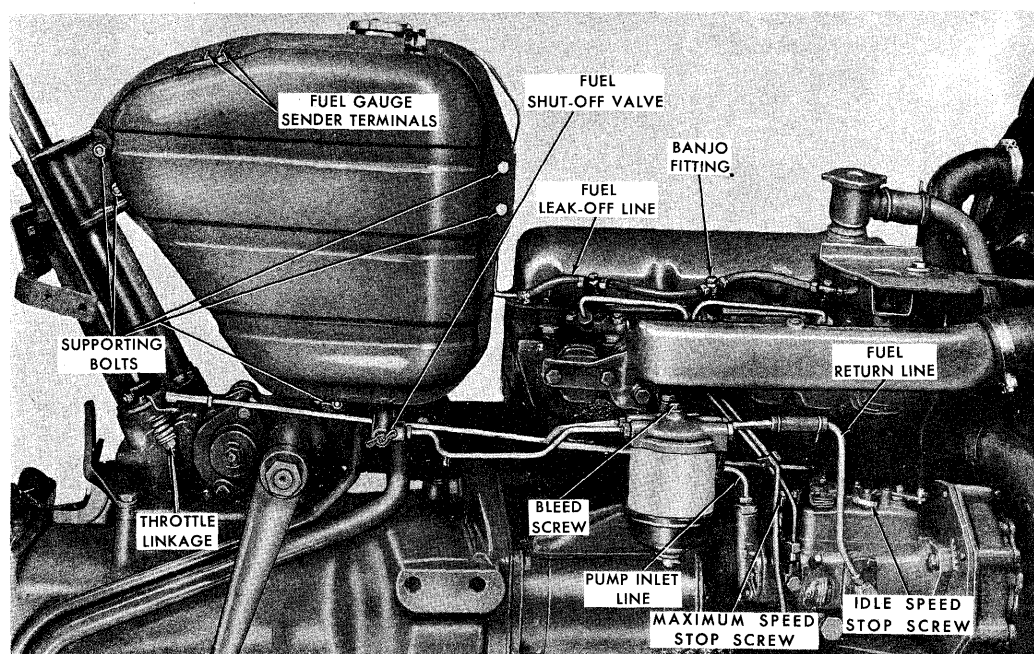

Fig. 20. Brændstofsystemet.
2. Afmonter speederforbindelsen på indsprøjtningsspumpen, og indstil Idle Speed Stop Screw (fig. 20), således at hastigheden kommer til at ligge mellem 600 og 650 o/m. Spænd justerskrueens kontramøtrik.